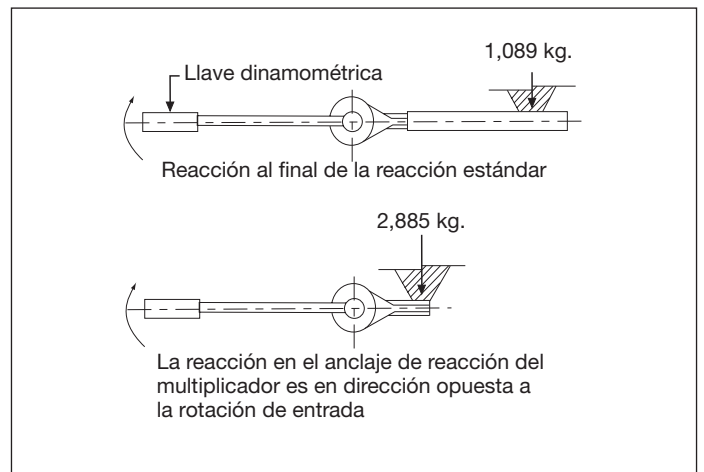
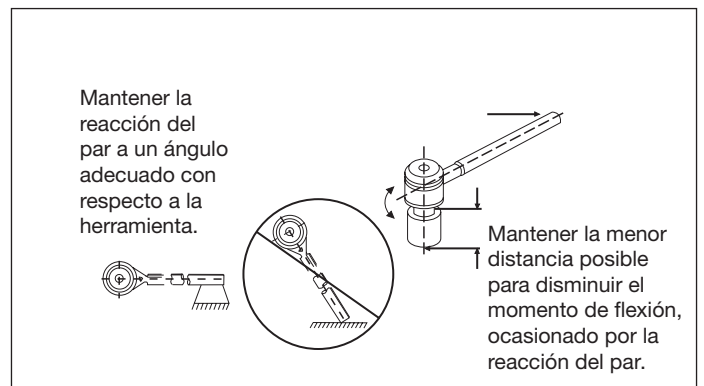

Fig. 5, Las fuerzas de reacción aumentan cuanto más cerca está del multiplicador
Fig. 6, Minimizar los momentos de flexión creados por la reacción del multiplicador de par
5. **Incrementar la vida útil del multiplicador de par.** Mantener la menor distancia de acoplamiento posible entre la salida del multiplicador de par (Fig. 6) y el elemento de sujeción con el que se trabajará. Mantener la mayor distancia posible entre el multiplicador de par y el punto de reacción (Fig. 5).
5. Ajustar utilizando una llave dinamométrica: Determinar el par de entrada adecuado requerido (consultar la placa de datos de par en la herramienta) o consultar la sección 4.0 Tablas de especificación. La precisión del par de salida requiere una llave dinamométrica precisa en serie con el multiplicador de par. Aplicar el par con la llave dinamométrica hasta que se logre el par de entrada deseado (Fig. 5).